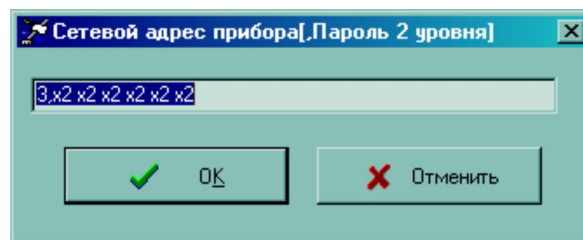

Рисунок 20
5) Ввести сетевой адрес счетчика (рисунок 20).